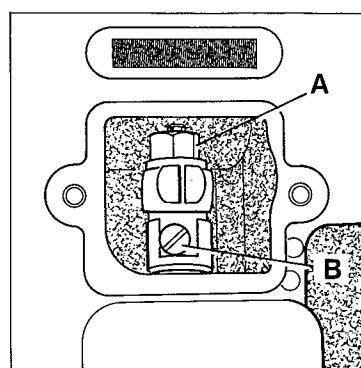

Fig.12
To change the stitch length, remove the cover plate located below the serial number of the machine. Loosen lock nut (A, Fig.12) and turn stitch length adjusting screw (B) clockwise to shorten the stitch or counterclockwise to lengthen it. After adjustment, retighten lock nut (A) and replace the cover place.
Zum Verändern der Stichlänge entfernen Sie den Deckel unter der Seriennummer der Maschine. Lösen Sie die Mutter (A, Fig.12) und drehen die Stichlängenstellschraube (B) im Uhrzeigersinn um den Stich zu verkürzen oder im Gegenuhzeigersinn um ihn zu verlängern. Ziehen Sie die Mutter (A) nach dieser Einstellung wieder an und schrauben den Deckel wieder auf.